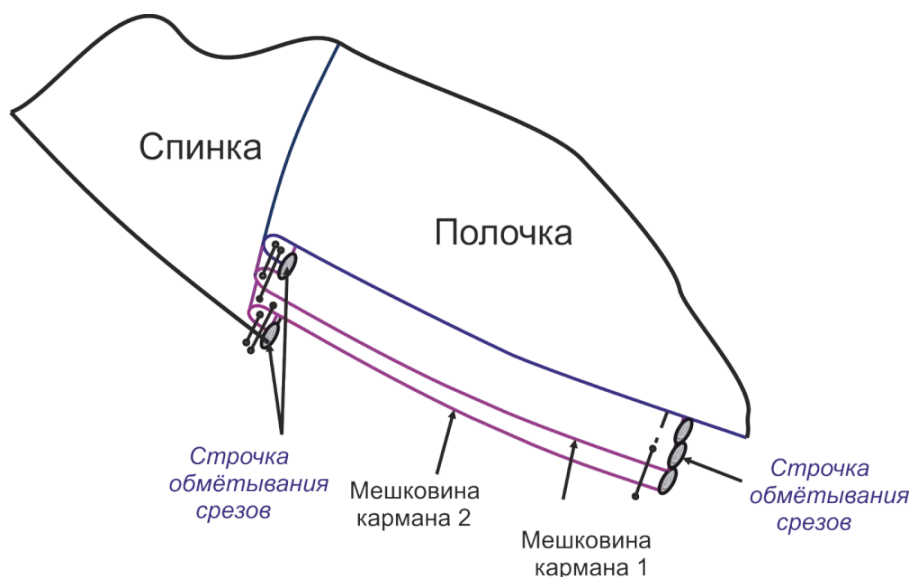

Рисунок 6. Схема обработки входа в карман
44. Настрочите припуски шва притачивания деталей мешковины кармана на мешковину. Данная строчка нужна для того, чтобы мешковина кармана не вывёртывалась в процессе эксплуатации (рис. 6).